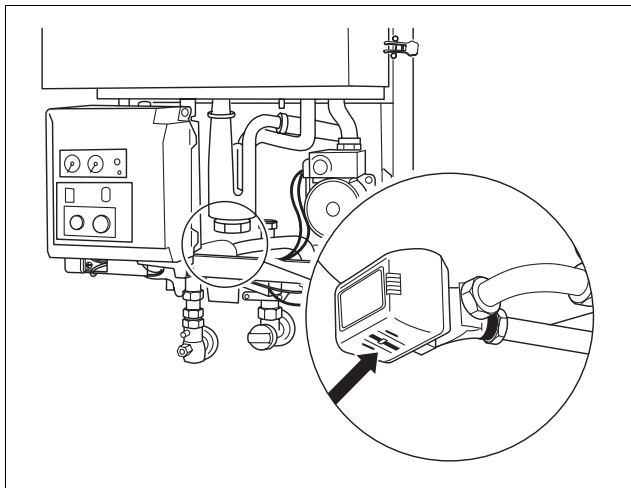

Fig. 5 *Valvola a tre vie (non disponibile con apparecchi Single EcoTATA Princess HR11/24 senza accumulatore esterno)*
- In apparecchi combi o caldaie con accumulatore esterno, portare la valvola a tre vie (fig. 5) in posizione intermedia. Spingere quindi la leva della valvola a tre vie verso destra premendola con un cacciavite o simile.